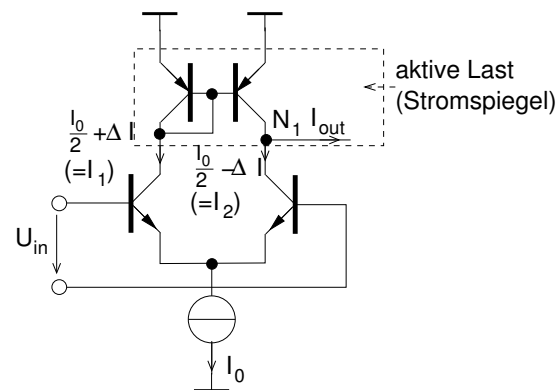
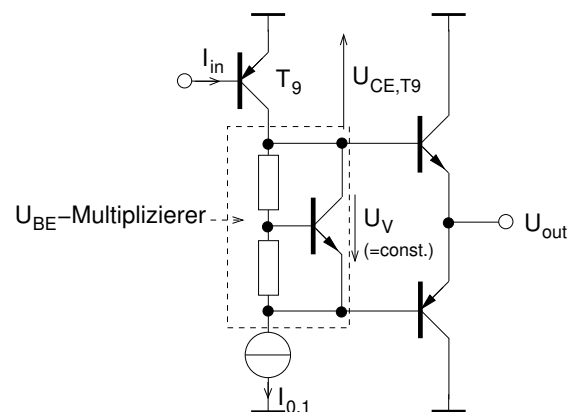

Abb. 3.7: Differenzverstärker mit einer aktiven Last, durch die der Ausgangsstrom ΔI einer Seite verdoppelt wird.
Abb. 3.8: Endstufe mit Vorspannungserzeugung (vgl. Abb. 3.9 und PNP-Schaltung am Ausgang des Differenzverstärkers zur Wandlung von Strom- in Spannungssignal.
Die aktive Last arbeitet wie ein Stromspiegel. Wenn sich aufgrund einer Differenzspannung am Eingang der Strom zwischen den Zweigen um den Wert ΔI um den Ruhewert $\frac{I_0}{2}$ verschiebt, ändert sich der Ausgangsstrom um den doppelten Wert ($2\Delta I$). Dies ergibt sich durch einfache Anwendung der Kirchhoffschen Knotenregel (Summe aller Ströme in einem Knoten) am Knoten N_1 in Abb. 3.7.
Die gesamte Treiberstufe stellt einen sogenannten AB-Verstärker dar. Dieser besteht aus einer Vorspannungserzeugung und der eigentlichen Gegentaktendstufe. Der Ausgangsstrom der Differenzstufe wird mit Hilfe des PNP-Transistors T_9 (vgl. Abb. 3.8) in ein Spannungssignal umgesetzt. Je nach Höhe des Eingangssignals I_{in} (=Ausgangsstrom I_{out} in Abb. 3.7) ändert sich der Ausgangsstrom von T_9 und erzeugt in Verbindung mit dem konstanten Arbeitspunktstrom I_0 (Abb. 3.7) einen von der Signalamplitude abhängige Spannungsänderung U_{CE,T_9} am Transistor T_9 .
- Zeigen Sie mit Hilfe von Abb. 3.7 dass der Ausgangsstrom am Knoten N_1 mit aktiver Last stets verdoppelt wird.